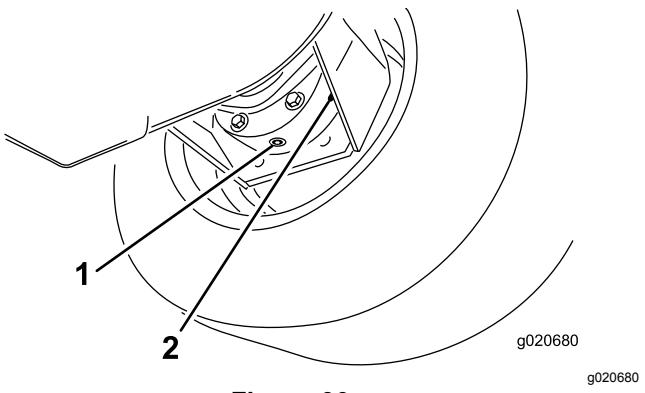

Figura 90
- Mettete una bacinella sotto la scatola del freno, togliete il tappo di spugno e lasciate defluire l'olio (Figura 90).